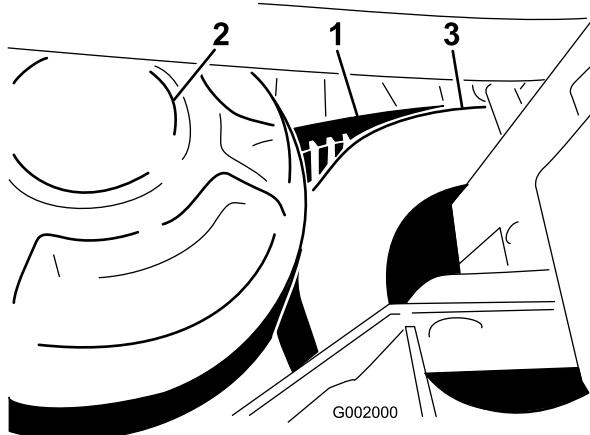

Figura 63
- Haga girar la correa y llévela sobre el embrague secundario (Figura 63).